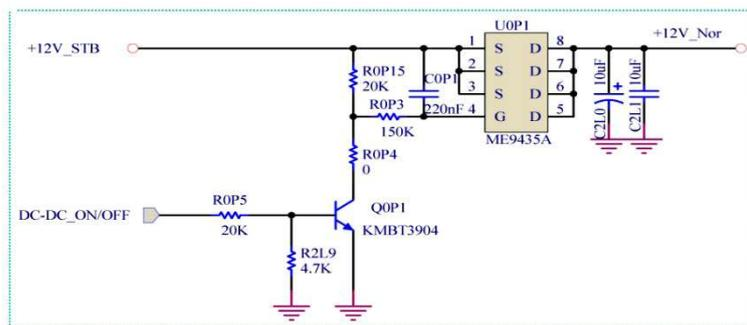

图 9 +12V_Nor 供电电路原理图
如图 9 所示，DC-DC_ON/OFF（高电平）时，Q0P1 导通，U0P1 的④脚为低电平而导通，+12V_STB 供电经过 U0P1，输出+12V_Nor，用作主板其它电路的工作供电。
(3) USB_Power 供电电路